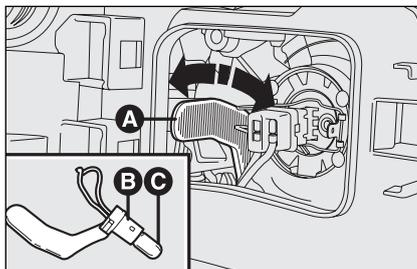
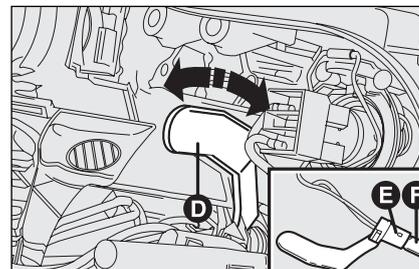

fig. 28
fig. 29
- mediante l'utilizzo della prolunga **A-fig. 28** oppure **D-fig. 29**, ruotare in senso orario ed antiorario il portalamпада **B-fig. 28** oppure **E-fig. 29** e sfilarlo tirandolo verso di sé;
- estrarre la lampada **C-fig. 28** oppure **F-fig. 29** e sostituirla;